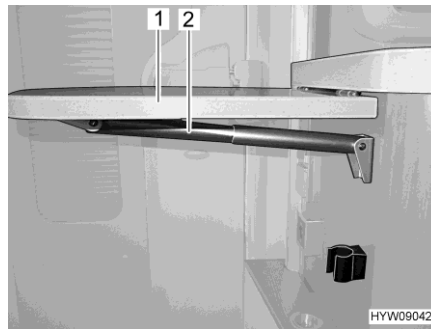

Fig. 93 Table pliante / surface de travail
- Saisir la table pliante / surface de travail (Fig. 93,1) par le bas et la désenclencher d'une légère traction.
- Faire basculer le plateau de table vers le haut jusqu'à ce que la fixation du support télescopique (Fig. 93,2) ait pris. Lâcher le plateau de table.